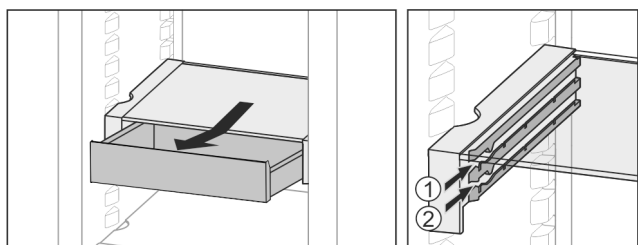

Fig. 26
- ▶ Na dowolnej wysokości Fig. 26 (1) lub Fig. 26 (2) wsuwać.